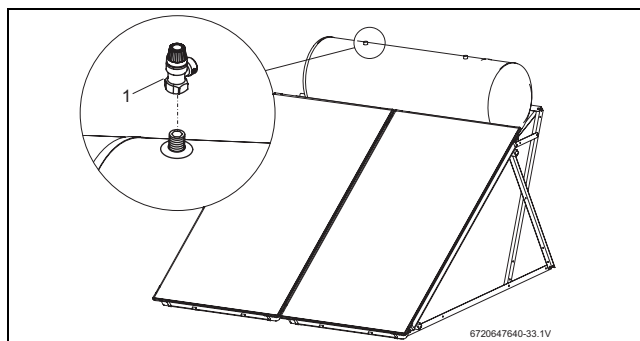

Fig. 70 Montar la válvula de seguridad de la parte solar
- ▶ Montar la válvula de seguridad (2,5 bar) (→ Fig. 70, [1]) para la parte superior del acumulador.